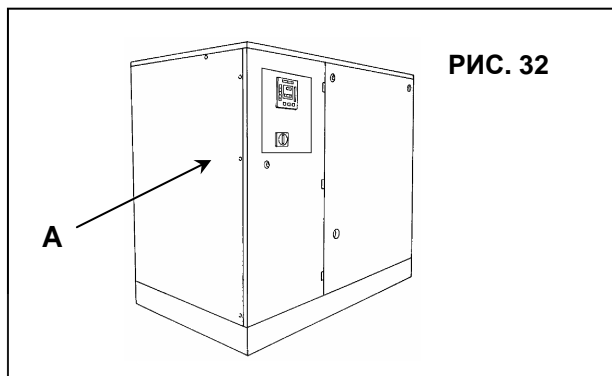

РИС. 32
- Снимите постоянное защитное устройство, А, Рис. 32.
Поставьте на место постоянное устройство защиты и закрепите его безопасными винтами, А, Рис. 32